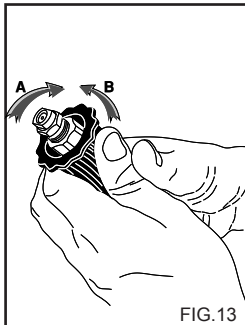

FIG.13
**BRUK AV REGULERBART HODE (Fig. 13) (Ekstrautstyr)**